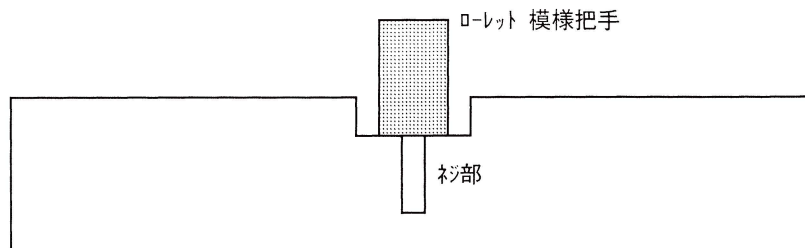

図 10. 文鎮台本体に把手部の取り付け（完成）
(2) 布を用いてみがき粉（ピカル・他）で仕上げる。
組 立 作 業：(1) 図 10 の文鎮本体に把手部を取り付けることで文鎮製作の完成。